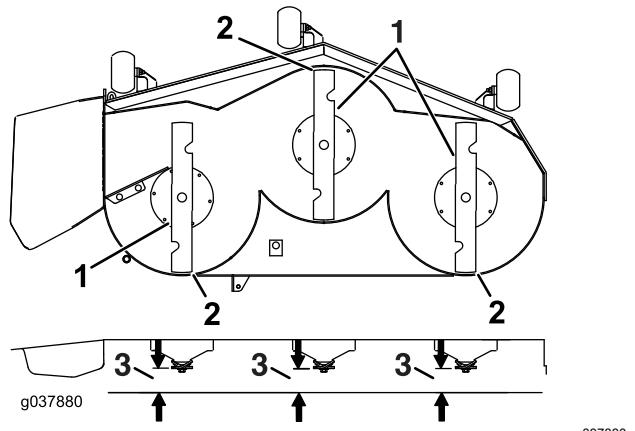

Figure 84
7. Vérifiez l'inclinaison avant/arrière des lames (Figure 84). Vérifiez que la pointe avant de la lame est plus basse que la pointe arrière, comme montré dans le tableau de hauteur de cales et d'inclinaison. Si un réglage est nécessaire, poursuivez cette procédure.